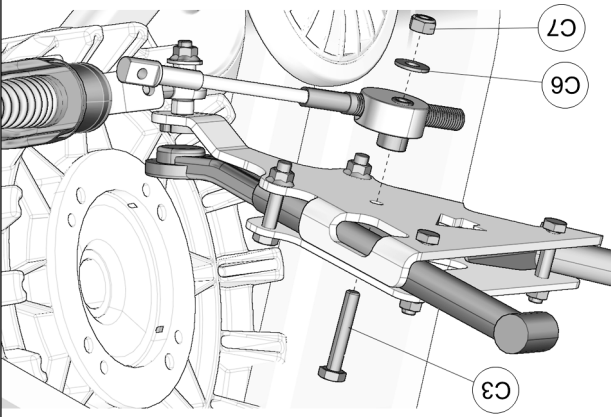

Fig. 23
14. Positionner le disque du câble assemblé du limiteur de conduite sous l'ancrage. Insérer le boulon (C3) à l'arrière de l'ancrage, la rondelle (C6) et l'écrou (C7) par le dessous, et fixer le limiteur de conduite en place. Serrer l'écrou à un couple de 50 N•m [37 lb•p]. Voir la Fig. 23